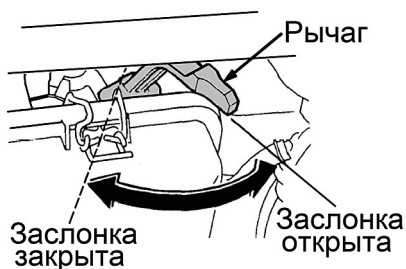

Рис. 9 Рычаг управления воздушной заслонкой карбюратора
3. Закройте воздушную заслонку карбюратора (Рис. 9).
- Закройте воздушную заслонку карбюратора (Рис. 9).